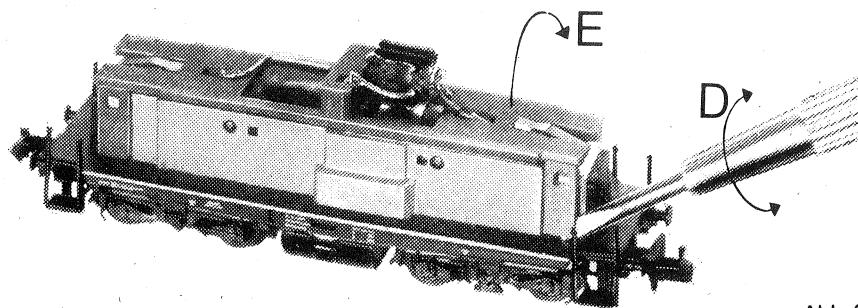
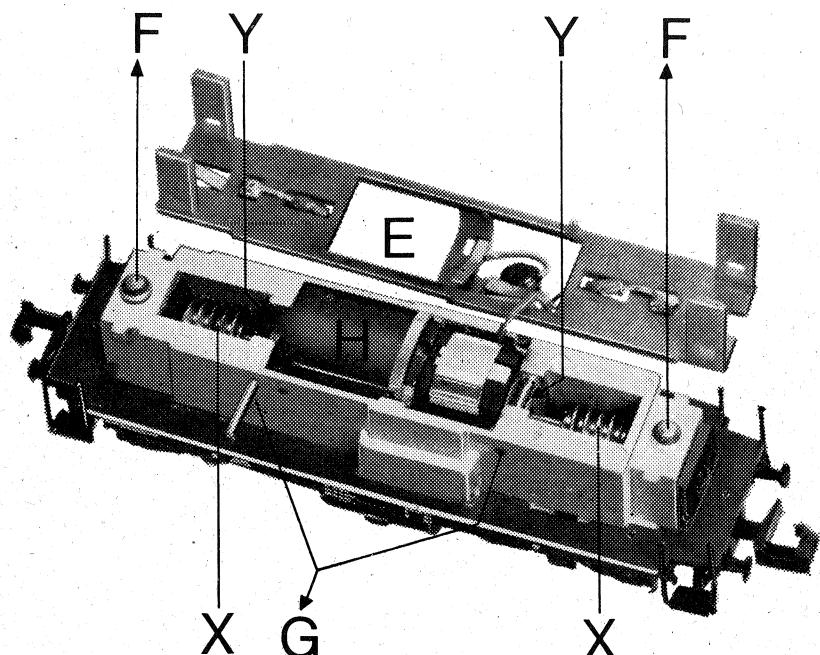

Abb. 3
Abb. 4
Haltestege der Schaltungsplatine durch vorsichtiges Drehen eines Schraubenziehers (D in Abb. 3) aus den Haltenasen ausrasten und Platine nach hinten wegklappen (E). Vorsicht, daß Anschlußdrähte nicht abgerissen werden! Motor-Haltestifte G (Abb. 4) zunächst von einer Seite mit Stecknadel o. ä. aus den Bohrungen herausdrücken und dann vollständig herausziehen. Motor H kann dann nach oben herausgenommen werden. Beim Wiedereinsetzen des Motors darauf achten, daß das abgewinkelte Kontaktblech an der Bürstenhalterung nach unten kommt und daß die Schnecken gut in die Zahnräder eingreifen. Haltestifte G nicht mit Gewalt in die Bohrungen drücken!
Gehäuse und Schaltplatine, wie beschrieben, abnehmen. Die Glühlampen F (Abb. 4) können dann nach oben aus dem Metallblock herausgenommen werden.
Uiteinde van de kontaktplaat, door voorzichtig met een schroeven-draaier (D in afb. 3) te draaien, uit de nokjes drukken en plaatje wegdraaien (zie afb. E).
Motorklemstiften G (afb. 4) hierna van een zijde (bijv. met een speld) uit de boring drukken en dan geheel eruit trekken.
Het lampje F (afb. 4) kan dan uit het metalen chassis genomen en verwisseld worden.
Lossna platinens fyra klamar genom försiktig vridning med en skruvmejsel enl D på bild 3 och vänd platinen bakåt (E). Var försiktig så att kabeln inte lossnar! Peta ur motorstift (G) med en näl eller dylirk och tag bort de. Nu kan man lyfta ur motorn H. När man sätter tillbaka motorn måste den bockade kontaktplåten vid kolhållaren visa neråt och snäckorna exakt passa in i kugghjulen. Motorstift G får ej sättas tillbaka i borrhålen med våld.
Lokkåpa och platin demonteras enl tidigare beskrivning. Glödlamporna F (bild 4) kan därefter tas ur uppifrån och ersättas med nya.